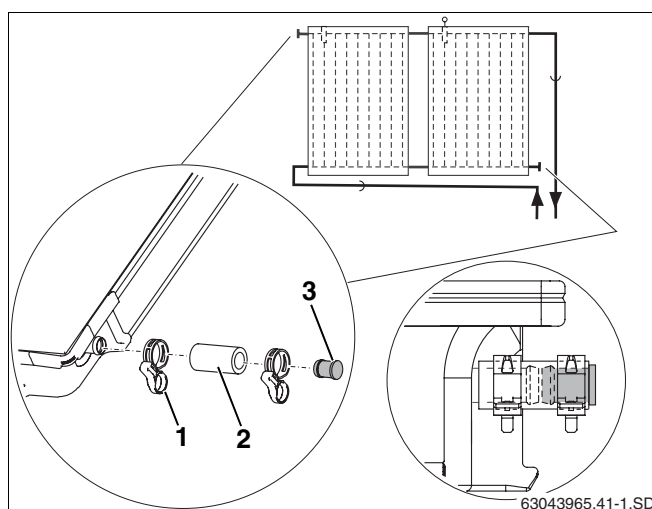

Fig. 40 Instalar o tampão cego e a braçadeira de mola
- ▶ Colocar as mangueiras solares de 55 mm (fig. 40, **item 2**) com o tampão cego pré-instalado sobre as duas ligações livres do campo do colector.